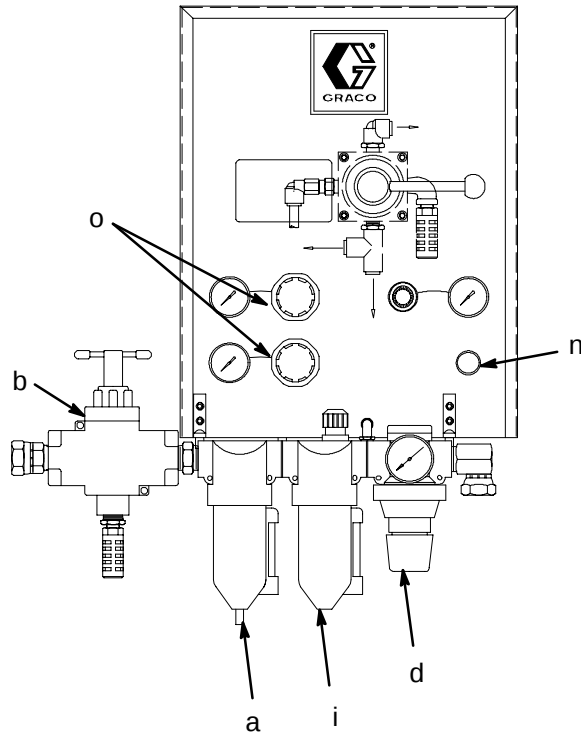

Fig. 2
La vanne d'air principale de type purgeur de la pompe, (C) à la Fig. 1 ou (c) à la Fig. 2, est nécessaire dans le système pour relâcher l'air emprisonné entre cette vanne et la pompe après la fermeture du régulateur d'air de la pompe. De l'air emprisonné peut provoquer un démarrage intempestif de la pompe qui peut infliger de graves blessures, p. ex. par projection dans les yeux ou sur la peau, ou à cause des pièces mobiles.
Modules de régulation d'air à 4 régulateurs (Fig. 2)